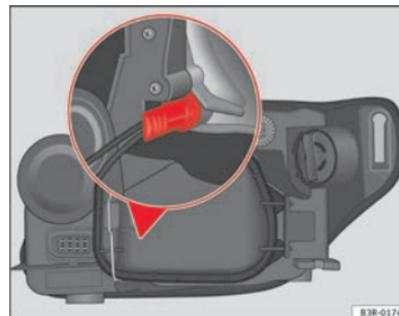

Fig. 199 Luzes de presença. Pega do porta-lâmpadas na posição vertical
- Introduza a lâmpada no casquilho, de forma que a pega do porta-lâmpadas fique com a face na posição vertical ⇒ página 276, fig. 199 e pressione sobre ele.